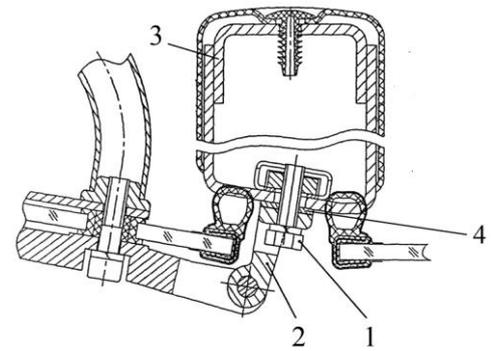

Рис. 4.10 – Крепление двери к каркасу кабины
- ослабить болты 1 (рисунок 4.10) крепления петель 2 к стойкам каркаса кабины, найти оптимальное положение двери (между контуром двери и контуром дверного проема должен быть гарантированный зазор, минимум 2 мм), затянуть болты.
Равномерное прилегание двери к дверному проему, при необходимости, обеспечивается установкой дополнительных пластин 4 (рисунок 4.10) между средней стойкой 3 кабины и петлями 2.